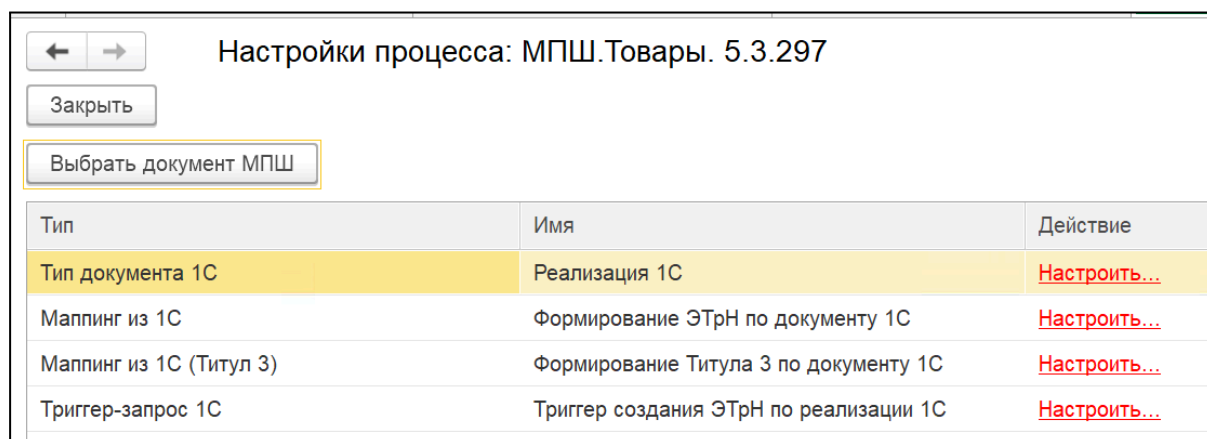

Рис. 33. Окно настройки процесса для исходящей ЭТрН
4. Выполните настройку следующих пунктов (рис. 33):
Для заполнения настройки «Маппинг из 1С» в строке «Маппинг из 1С» (рис. 33) нажмите на ссылку «Настроить».